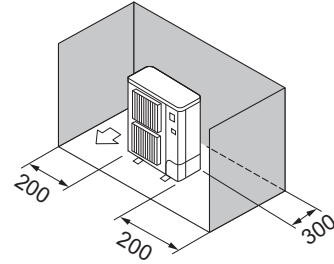

Fig. 3-7
- ③ Yalnızca arkadaki ve yandaki engeller (Fig. 3-7)